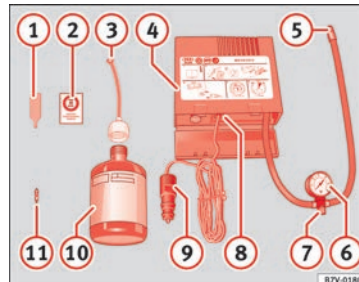

Fig. 62 Representación estándar: contenido del kit anti-pinchazos.
- Desenrosque la caperuza y el obús de la válvula del neumático. Utilice el aparato » » » **fig. 62 ①** para extraer el obús. Colóquelo en una superficie limpia.
- Agite con fuerza la botella de sellante de neumáticos » » » **fig. 62 ⑩**.
- Enrosque el tubo de inflado » » » **fig. 62 ③** en la botella de sellante. El precinto de la botella se romperá automáticamente.
- Retire el tapón del tubo de llenado » » » **fig. 62 ③** y enrosque el extremo abierto del tubo en la válvula del neumático.
- Vuelva a colocar el obús con el aparato » » » **fig. 62 ①** en la válvula del neumático.
- Enrosque el tubo de inflado del neumático del compresor » » » **fig. 62 ⑤** en la válvula del neumático.
- Compruebe que el tornillo de evacuación de aire está cerrado » » » **fig. 62 ⑦**.
• Acople el conector » fig. 62 ⑨ a toma de corriente de 12 voltios del vehículo » pág. 185.
• Conecte el compresor de aire con conmutador ON/OFF » fig. 62 ⑧.